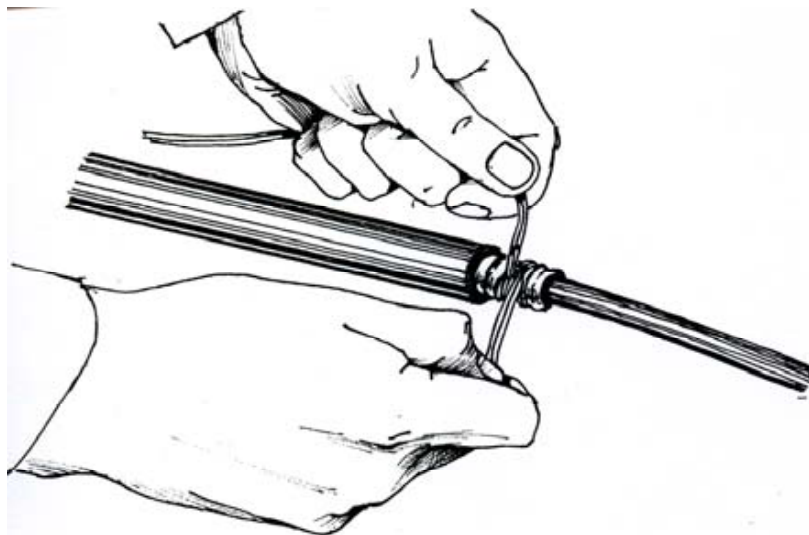

Рис. 3.2. Наложение проволочного бандажа на стальной гофрированной оболочке
3.1.2. Далее берут кроссировочный провод ПКСВ 2x0,5 длиной не менее 600 мм и на конце, на длине 100 мм освобождают от изоляции. Затем на защищенном участке стальной оболочки проводом ПКСВ 2x0,5 делают два плотных витка, концы с натяжением плотно скручивают (Рис. 3.2).